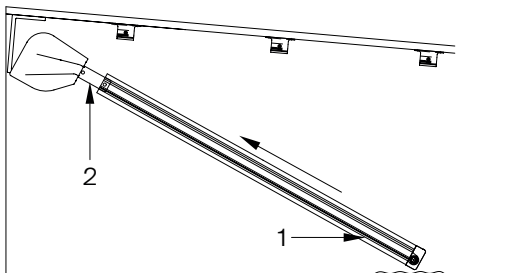

Abb. 21: Befestigung der Führungsschienen am Kasten
- » Führen Sie die Laufräder (3 – Abb. 21) der Fallstangenzapfen in die dafür vorgesehene Gasse der Führungsschienen (4 – Abb. 21)